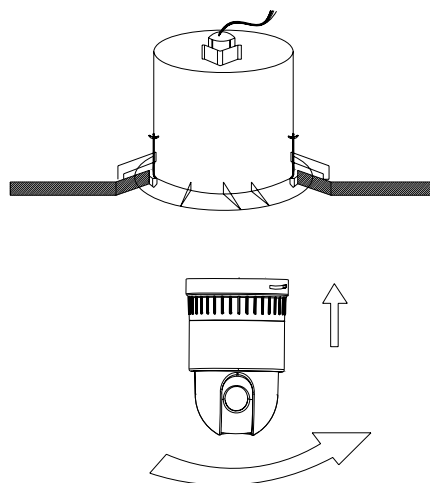

图 17
- 1.将球机与底座连接的 10Pin 线缆插到底座的插座上,然后将球机上筒的卡扣与底座带两个凹槽的位置对齐,用手握住上筒并套在底座上后逆时针旋转,听到“喀哒”声后,球机即已安装于底座上(如图 17 所示).